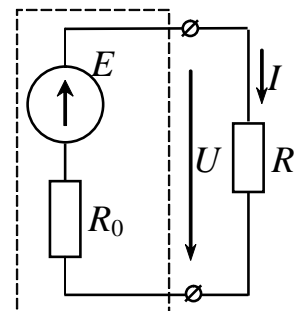

Рис. 7
3. Определить отношение  $R/R_0$  и КПД источника энергии (рис. 7) с ЭДС  $E=100\text{В}$ , если напряжение  $U=95\text{В}$ .
4. Для схемы (рис. 7) определить ток короткого замыкания источника, если при КПД  $\eta = 50\%$  ток  $I=2\text{А}$ , а напряжение  $U=10\text{В}$ .